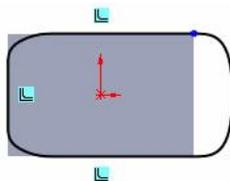

图 1.2.9 套合样条曲线 4
Step5. 单击 按钮,完成套合样条曲线的创建,如图 1.2.9 所示。